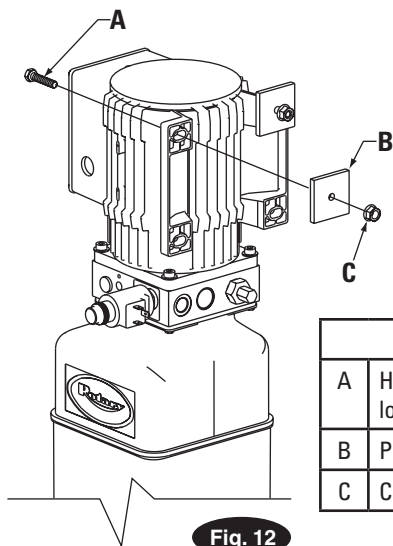

Fig. 12 Información
Inserte (2) HHCS de 5/16"-18NC x 1-1/2" a través de los orificios de la parte superior del soporte de la unidad de potencia usando protectores de vibración para mantener la posición, Fig. 12. Instale contratuercas de tapón de 5/16"-18NC hasta que el extremo del perno esté al mismo nivel que el extremo de la tuerca. Instale la unidad de potencia en la extensión de la columna, Fig. 12a. Deslice la combinación de perno / tuerca en el conjunto de orificios superior hasta que alcance el final de la ranura. Instale HHCS, el protector de vibración y HHCS de tope en los orificios de la parte inferior de la unidad de potencia y realice el apriete. (Asegúrese de colocar el protector de vibración en la unidad de potencia y la extensión de la columna). Apriete el HHCS y la tuerca. Instale y apriete manualmente la la extensión macho en la bomba hasta que el anillo tórico esté colocado, Fig. 12b. Continúe apretando la contratuerca a 14 - 20Nm. (1,4 - 2,1kg-m), o hasta que la tuerca y la arandela entren en contacto con la parte inferior del colector de la bomba.